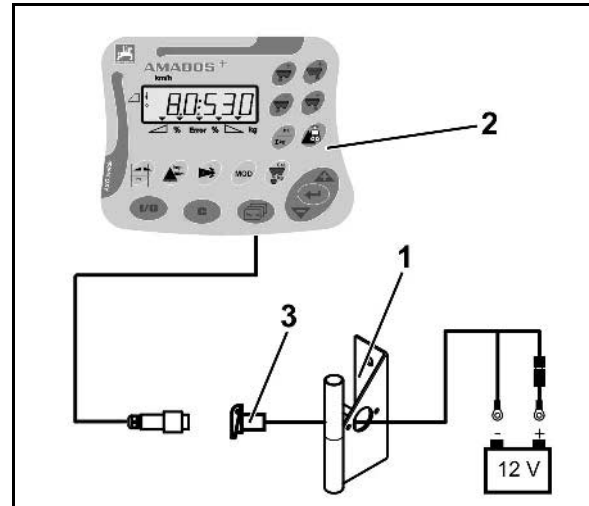

Fig. 16
Die Konsole (Fig. 16/1) muss im Sicht- und Griffbereich rechts vom Fahrer schwingungsfrei und elektrisch leitend an der Kabine montiert werden. Der Abstand zum Funkgerät bzw. Funkantenne sollte mindestens 1 m betragen.
1. Der Halter mit Rechner (Fig. 16/2) wird auf das Rohr der Konsole gesteckt.
2. Die Buchse (Fig. 16/3) des Batterieanschlusskabels an der Konsole befestigen.